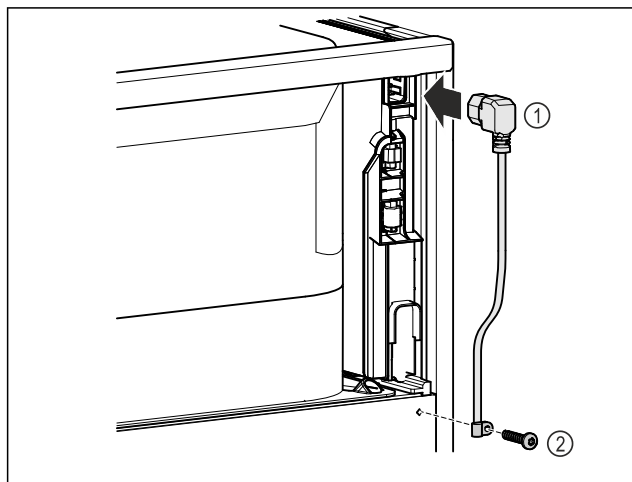

Fig. 8
- ▶ Vtičnica hladilne naprave napeljave omrežnega priključka Fig. 8 (1) na zadnji strani naprave.
- ▶ Namestite element za sproščanje napetosti. Fig. 8 (2)